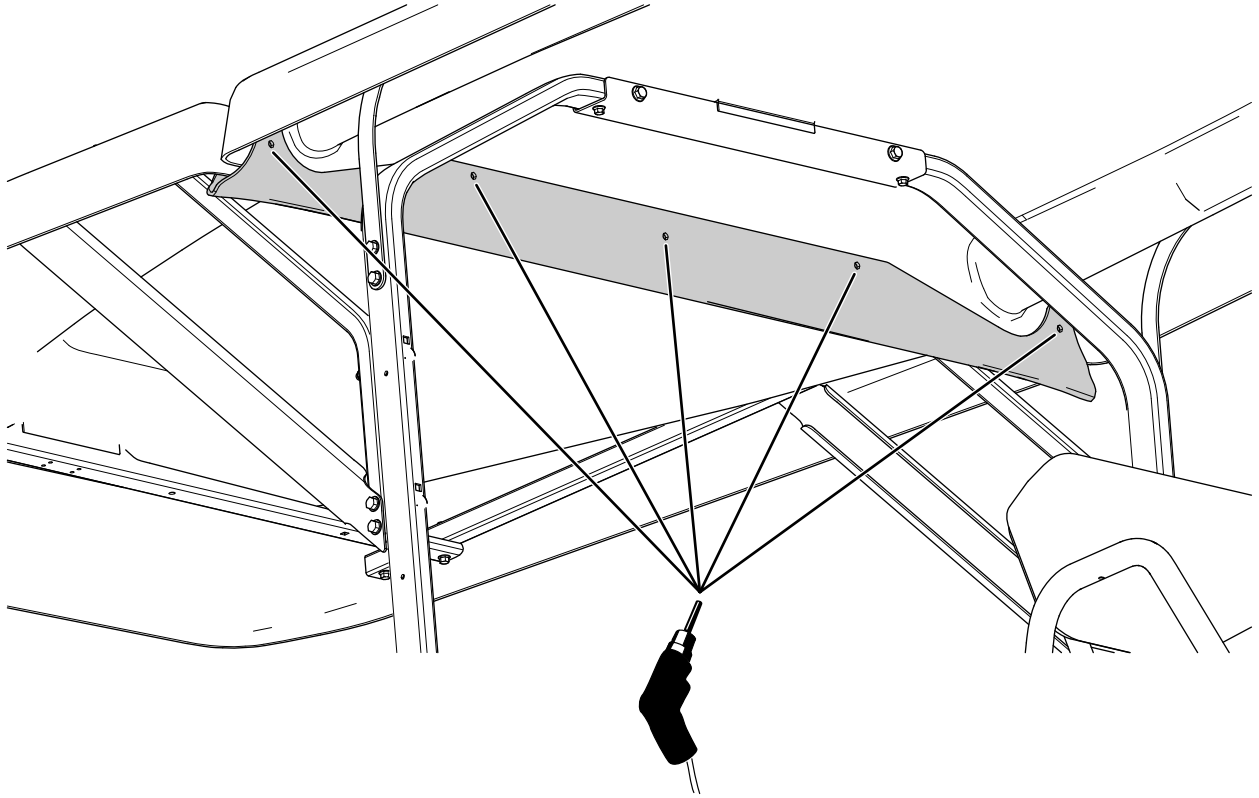

图9
2. 用雨水槽作为模板在前顶篷上钻 5 个孔 6.4mm 图9。